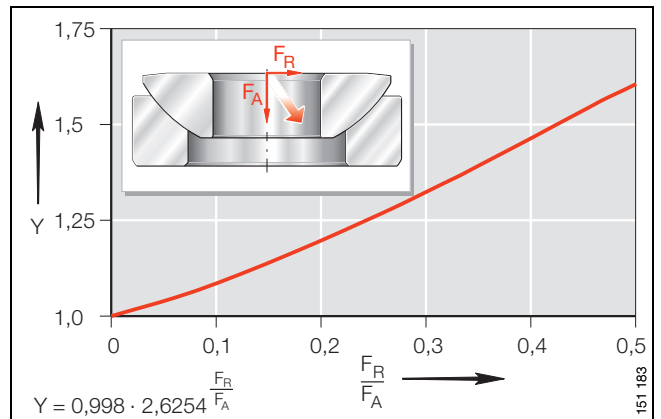

Bild 6 · Axial-Gelenklager – kombinierte Belastung
■ für Axial-Gelenklager (Bild 6):